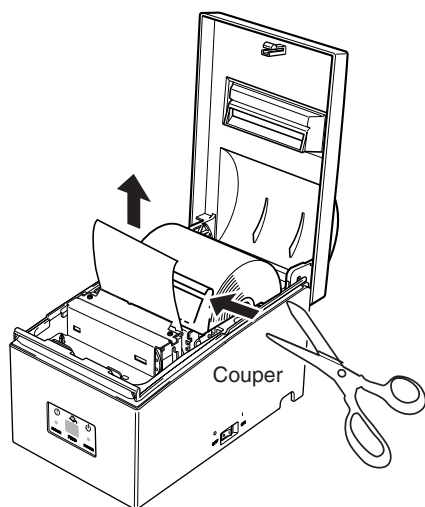

Fig 5-16 Coupure du papier
④ Coupez le papier devant le mécanisme d'avance de papier, comme illustré à la Fig. 5-16.